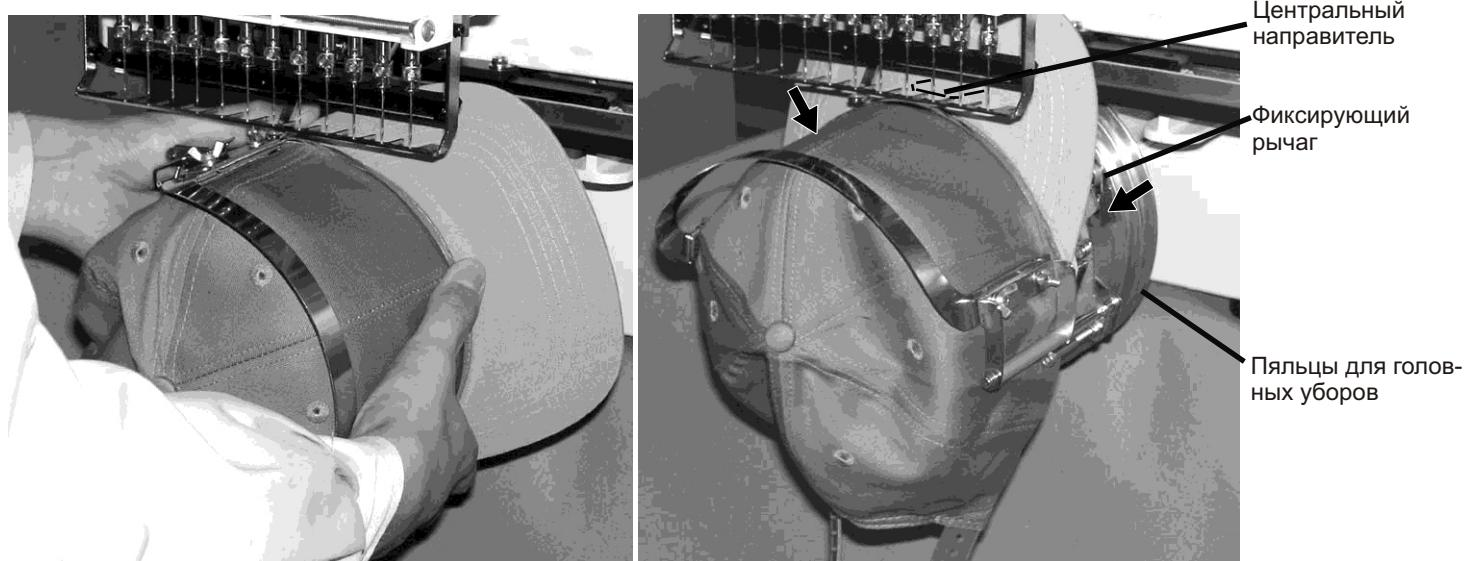

Рис. 8
8. Как показано на рис. 8, установить пяльцы для головных уборов с головным убором на привод для головных уборов вышивальной машины. Вам придется повернуть край головного убора в сторону, для того чтобы пройти блок с иглами. Нажимая фиксирующие защелки в 2 местах, как показано на рисунке, установите пяльцы с головным убором так, чтобы центральный направитель пялец совместился с выемкой на пяльцах для головных уборов.